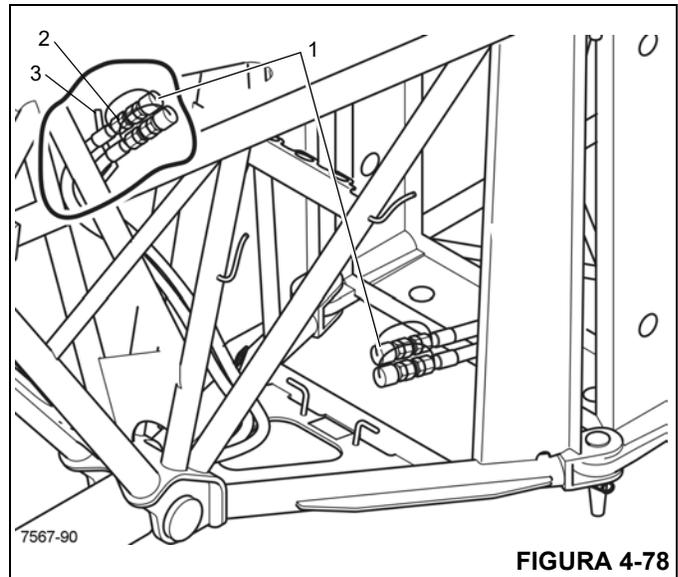

FIGURA 4-78
2. Instale las tapas protectoras (1) (Figura 4-78) en los extremos de manguera.